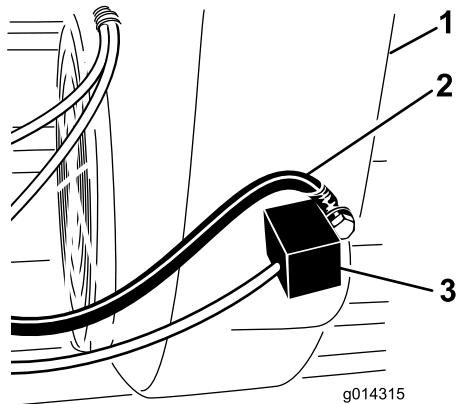

Figura 5
- Individuate il modulo di accensione motore sulla parte inferiore della copertura del motore (Figura 5). Si trova sull'estremità anteriore del gruppo motore.